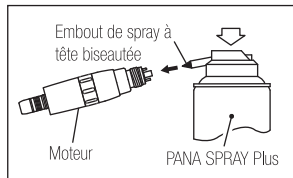

Fig. 6
- 2) Montez l'embout de lubrification à tête biseautée sur le raccord de la bombe d'aérosol. (Fig. 6)